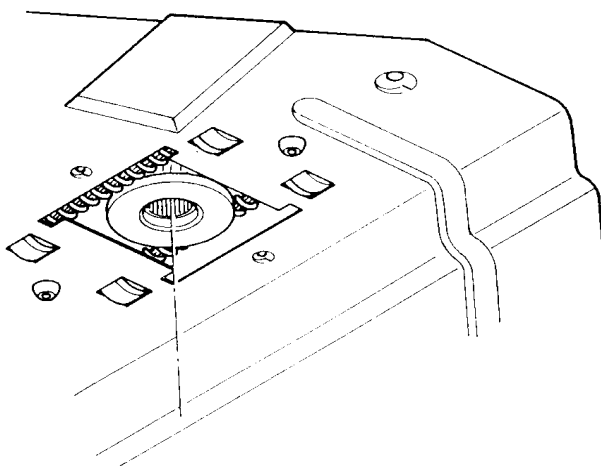

Рисунок 2
1. Снимите крышки (7), панель (1, 100), сливной канал (3), ветровой щиток (3) и солнцезащитный навес (5) или накладной лоток (103). Снимите также вентиляционный лоток (105) и регулировочную скобу (106). (Hollandia 600: Ветровой щиток не является частью стандартного люка.)
3. Снимите обивку сзади, чтобы добраться до крышки (48) двигателя.
4. Снимите крышку двигателя. Тогда выпадет двигатель (46).
5. Отключите проводку двигателя от блока управления люком (51).
6. Снимите SCU, открутив винт (53), отпустите переднюю часть SCU и выдвиньте его назад.
7. Снимите корпус (44) редуктора, открутив два винта (45).
8. Снимите редуктор (поз. 40), подтолкнув его вперед отверткой. Он выпадет (рисунок 2).